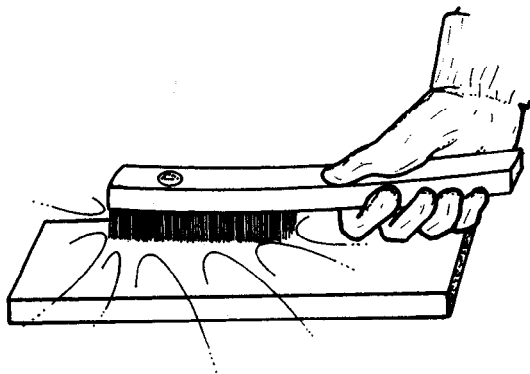

Figura 2.46
- ▲ Primer paso *Limpie la pieza con el cepillo de acero (Figura 2.46).*